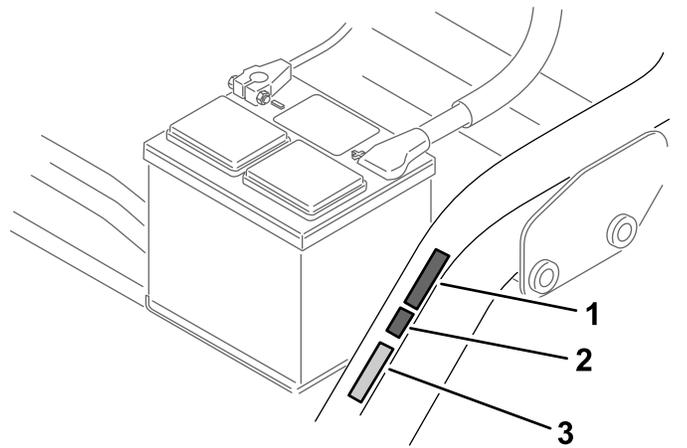

Figura 15
- Coloque la pegatina de la marca CE junto a la placa del número de serie (Figura 15).
- Coloque la pegatina del año de producción CE junto a la pegatina de la marca CE (Figura 15).